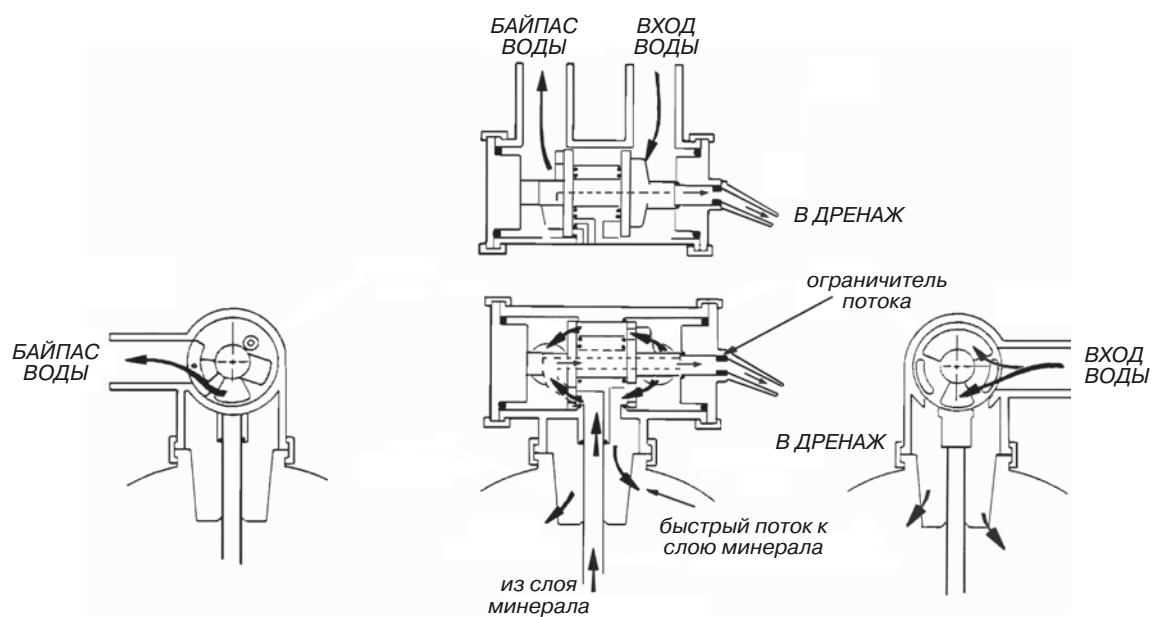

Рис. 12. Быстрая промывка
**Быстрая промывка (рис. 12).** Управляющий клапан переключается в положение “быстрая промывка”. Быстрый поток воды изменяет направление на нисходящее. Минерал спрессовывается быстрым потоком и подготавливается к работе. Электродвигатель переключает управляющий клапан в позицию “сервис”.